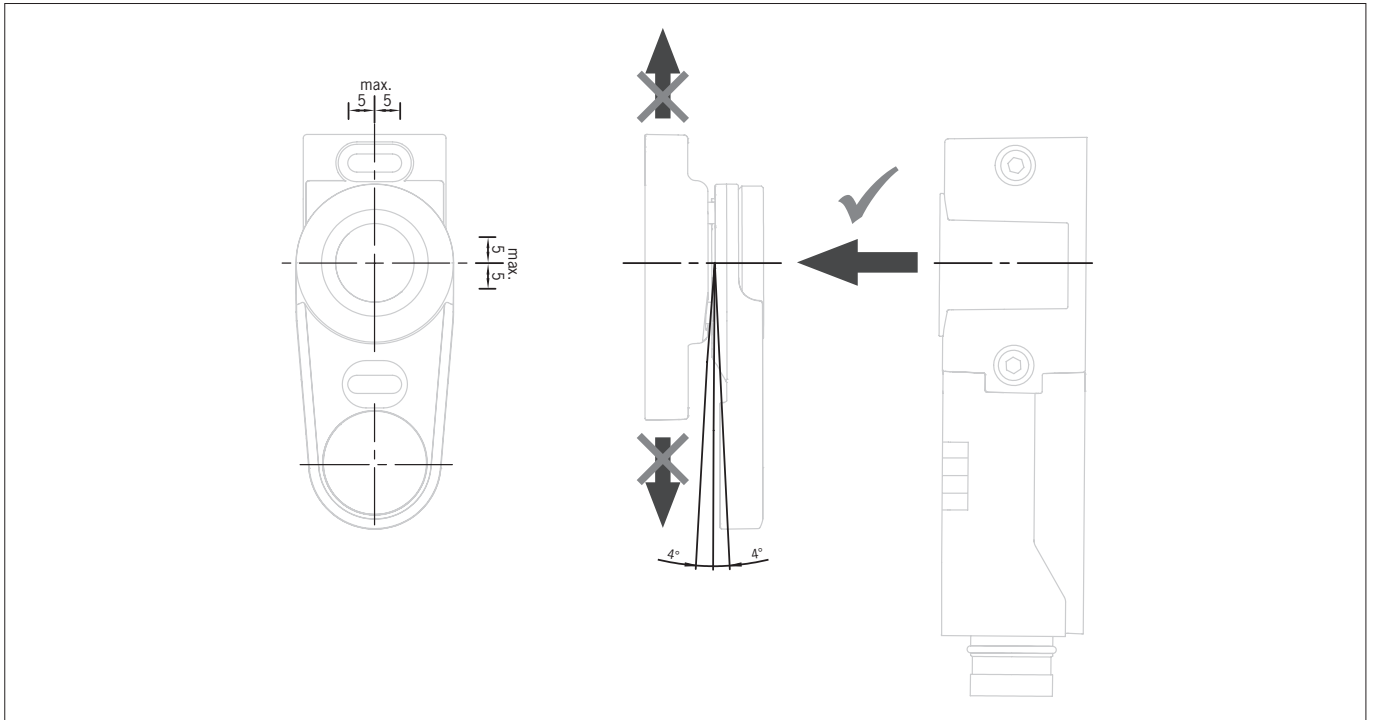

Bild 3: Anfahrichtung, maximaler Mittenversatz und maximale Betätigerauslenkung
- › Beim Öffnen der Schutztür muss der Betätiger frontal vom Schalter weggeführt werden (siehe *Bild 3: Anfahrrichtung, maximaler Mittenversatz und maximale Betätigerauslenkung auf Seite 11*).